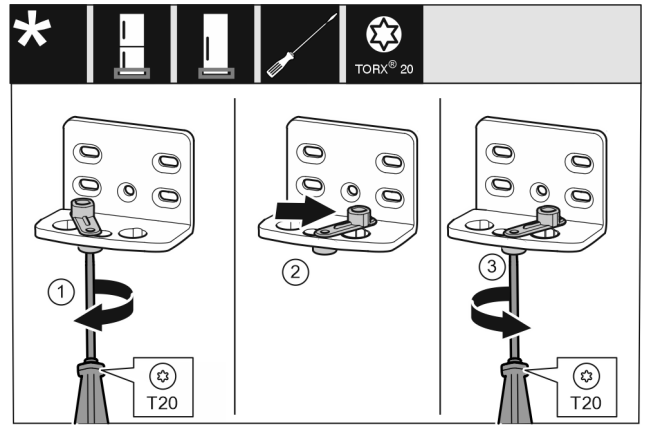

Fig. 22\*
- ▶ За допомогою викрутки T20 послабте гвинт.\* Fig. 22 (1)
- ▶ Допоміжний засіб для закривання дверцят підніміть і поверніть в отвір праворуч на 90°.\* Fig. 22 (2)
- ▶ За допомогою викрутки T20 закрутіть гвинт.\* Fig. 22 (3)